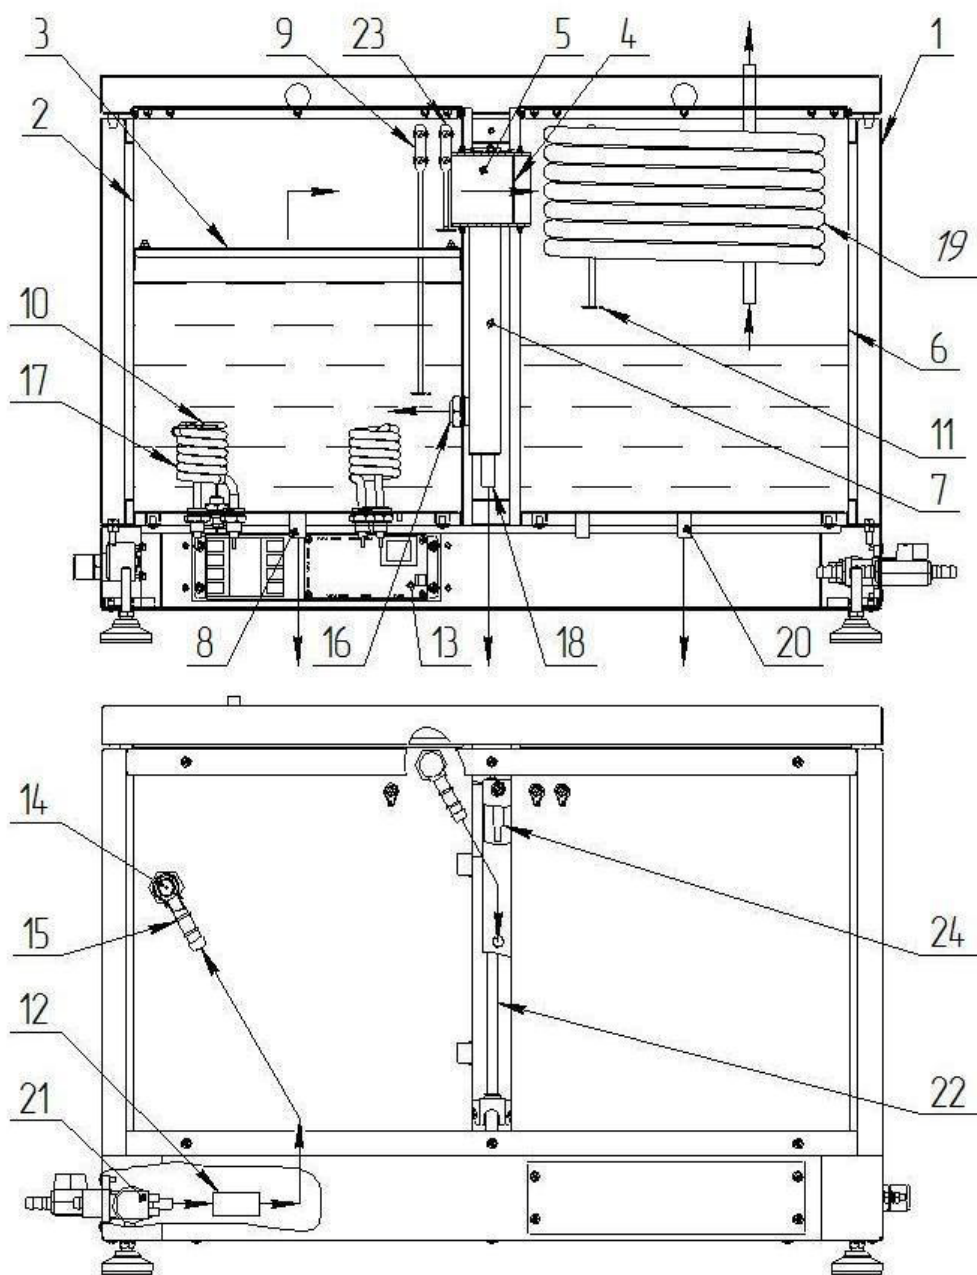
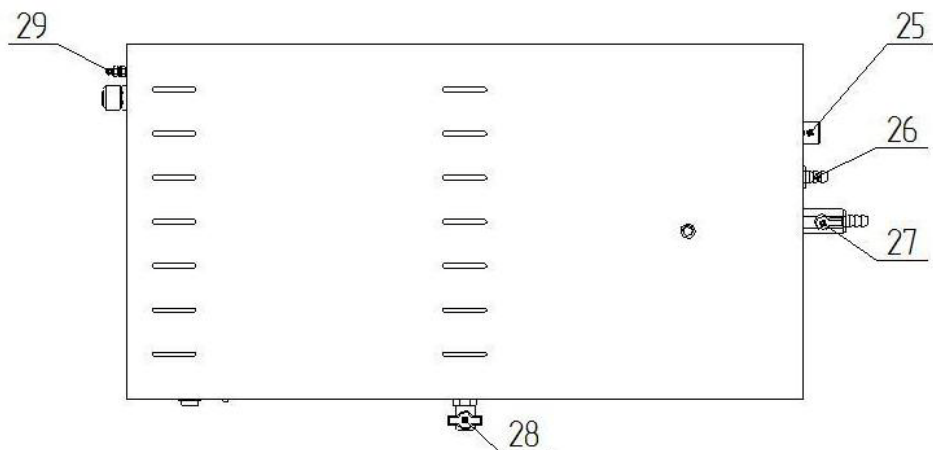

Рисунок 1. Устройство аквадистилляторов электрических Liston A 1104, Liston A 1110, Liston A 1125, где:
Рисунок 2. Схема подключения к штуцерам и клемме заземления аквадистилляторов электрических Liston A 1104, Liston A 1110, Liston A 1125, где:
4.2.1.1. При включении аквадистиллятора с помощью переключателя «СЕТЬ» (переключатель подсвечивается при включении), происходит срабатывание клапана 21 подачи исходной воды (Рисунок 1). Как только уровень воды в испарителе достигнет нижнего датчика 9, автоматика включает нагревательные элементы 17.
4.2.1.6. Дистиллированную воду можно получать в непрерывном режиме, не используя Сборник 6, отбирая дистиллят через Сливной кран 28 (Рисунок 2) на передней панели в другие емкости.
4.2.2.3. При достижении уровня воды в Испарителе 2 (Рисунок 1) Нижнего датчика 9 (контакт LOW на Рисунке 3, Рисунке 4), срабатывает магнитный пускатель КМ 1.1 и подключает напряжение к электронагревателям EK.
4.2.2.6. При наполнении сборника дистиллята до Датчика уровня 11 (Рисунок 1) (контакт HIGH на Рисунке 3, Рисунке 4), автоматика отключит нагрев воды и перекроет Входной клапан подачи воды Y1. Зелёный индикатор РЕЖИМ (HL 1) погаснет. При сливе дистиллята из накопителя автоматика откроет входной клапан Y1 и включит нагрев воды, при этом загорится индикатор РЕЖИМ (светодиод HL 1).
4.2.2.7. При переливе воды в Испарителе 2 (Рисунок 1) или Уравнителе 7, уровень воды достигнет верхнего датчика контроля уровня в Испарителе 23 или датчика контроля уровня в Уравнителе 24 (контакт ALARM на Рисунке 3, Рисунке 4), автоматика отключит нагреватель и входной клапан, при этом загорится красный индикатор АВАРИЯ (HL2). Для продолжения работы необходимо выключить сетевой выключатель S1 (Сеть), устранить причину перелива и включить S1 (Сеть).
6.6. Рекомендуется установка в систему водопровода самоочищающегося фильтра с манометром (с толщиной фильтрования 100 мкм) для исключения засорения Диафрагмы 14 (Рисунок 1) и Клапана 25 (Рисунок 2).
6.12. Присоединить штуцер ДУ8 (для аквадистиллятора Liston A 1104) с наружной резьбой 1/2", либо ДУ12 (для аквадистилляторов Liston A 1110 и Liston A 1125) с наружной резьбой 1/2" через уплотнительную ленту к Крану 28 (рисунок 2). Подсоединить силиконовую трубку к штуцеру и закрепить пластиковой стяжкой.
6.13. Присоединить штуцер ДУ8 (для аквадистиллятора Liston A 1104) с наружной резьбой 1/2", либо ДУ12 (для аквадистилляторов Liston A 1110 и Liston A 1125) с наружной резьбой 1/2" через уплотнительную ленту к Крану 27 (рисунок 2)
Подключить шланги слива, один к Штуцеру 26- сливу охлаждающей воды (Рисунок 2), второй к Крану-штуцеру 27 - сливу отработанной воды из испарителя. Соединения шлангов со штуцерами стянуть хомутами, входящими в комплект поставки.
**(ВАЖНО: Шланг слива охлаждающей воды из Штуцера 26 (Рисунок 2) должен располагаться под уклоном и на нем не должно быть изгибов и колен. При необходимости-укоротить длину шланга. Перепад высот между штуцером 26 и местом подключения шланга к канализации должен быть не менее 0,3 м. Шланг не должен упираться во внутреннюю стенку канализационной трубы.**
**В противном случае, уровень воды в Испарителе 2 (Рисунок 1) и Уравнителе 7 начнет повышаться и достигнет верхнего датчика контроля Уровня 23 или Датчика контроля уровня 24, автоматика отключит дистиллятор, при этом загорится красный индикатор АВАРИЯ.)**
6.15. Подключить наливной шланг к Штуцеру 25 (Рисунок 2)
6.17. Проверить, что нижний Датчик контроля уровня 9 (Рисунок 1) не касается стенок Испарителя 2 и Рассекателя потока пара 3. В противном случае электронагреватели начнут работать в отсутствие достаточного уровня воды. При этом произойдет аварийное выключение дистиллятора из-за повышения температуры электронагревателей выше 150°C.
6.18. Проверить, что Датчик уровня дистиллята 11 (Рисунок 1) не касается стенок Конденсатора 6 и Теплообменника 19. В противном случае автоматика будет считать, что сборник наполнен дистиллятом, отключит нагрев воды и перекроет входной клапан подачи воды.
6.19. Проверить, что Датчики 23 (Рисунок 1) и 24 не касаются стенок Испарителя 2 и Уравнителя 7. В противном случае, автоматика будет считать, что произошел перелив воды - выключит дистиллятор, при этом загорится красный индикатор АВАРИЯ.
7.3. Закрывать кран слива воды из Испарителя поз. 27 (Рисунок 2).
7.5. Проверить, что нижний Датчик контроля уровня 9 (Рисунок 1) не касается стенок Испарителя 2 и Рассекателя потока пара 3. В противном случае электронагреватели начнут работать в отсутствие достаточного уровня воды. При этом произойдет аварийное выключение дистиллятора из-за повышения температуры электронагревателей выше 150°C.
7.6. Проверить, что Датчик уровня дистиллята 11 (Рисунок 1) не касается стенок Конденсатора 6 и Теплообменника 19. В противном случае автоматика будет считать, что сборник наполнен дистиллятом, отключит нагрев воды и перекроет входной клапан подачи воды.
7.7. Проверить, что Датчики 23 (Рисунок 1) и 24 не касаются стенок Испарителя 2 и Уравнителя 7. В противном случае, автоматика будет считать, что произошел перелив воды - выключит дистиллятор, при этом загорится красный индикатор АВАРИЯ.
7.15. Через 30 минут после выключения, слить воду из камеры испарения, открыв для этого Сливной кран 27 (Рисунок 2).